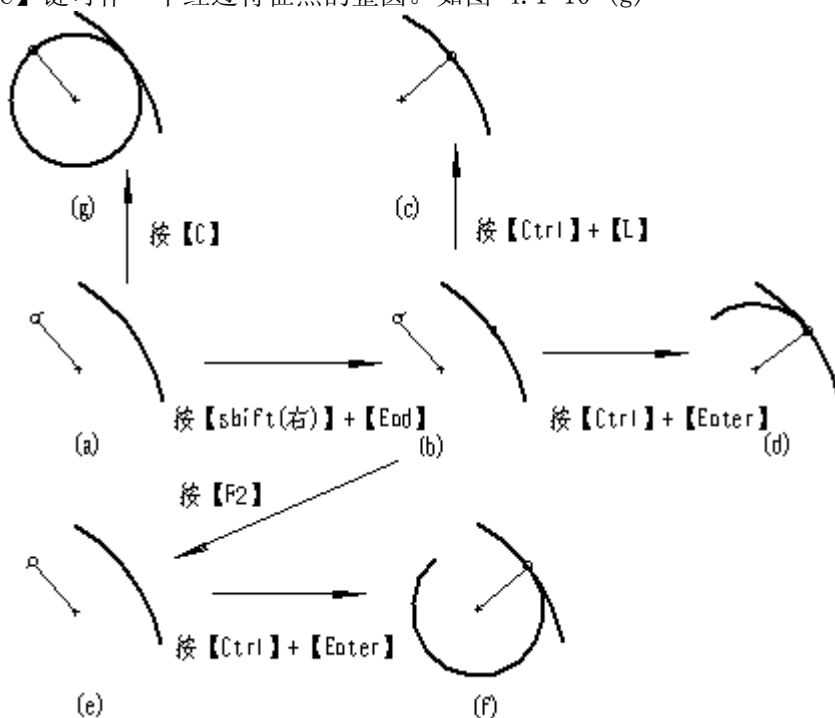

图 4.1-10
① 按【F2】键可改变作圆弧的方向（顺、逆时针），如图 4.1-10（e）。再按【Ctrl】+【Enter】画出一圆弧。如图 4.1-10（f）。
② 按【C】键可作一个经过特征点的整圆。如图 4.1-10（g）。